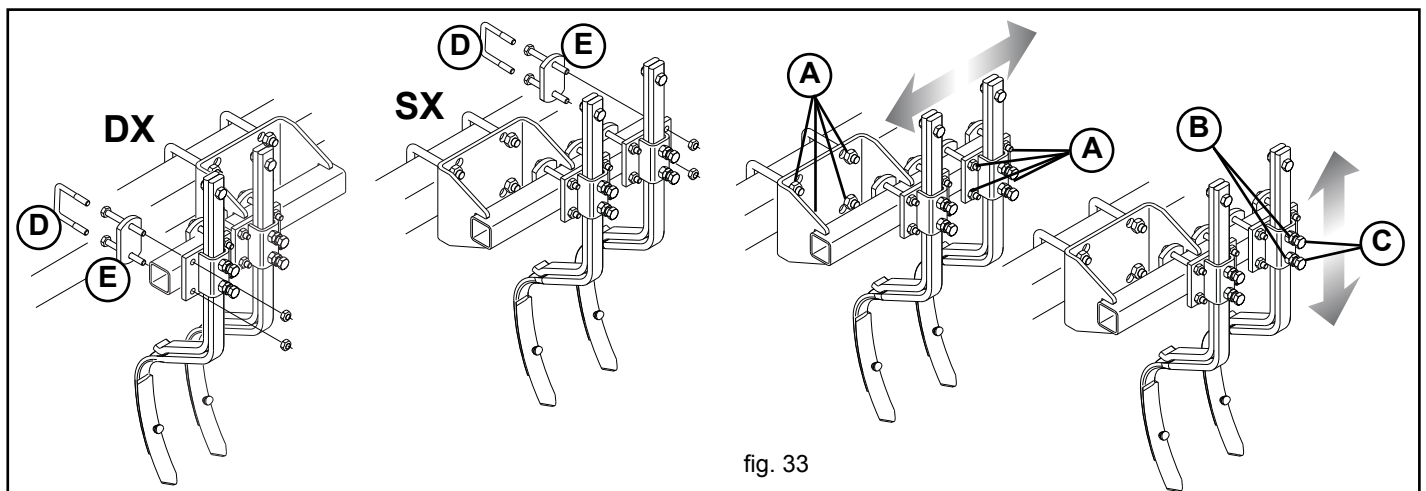

fig. 33
Las azadillas se tienen que colocar sobre la misma línea de los neumáticos del tractor. Para regular la posición de la púa rompe-rastro, destornille los tornillos (A, fig. 33), coloque la púa y bloquee las tuercas. Para regular la profundidad de la púa, destornille la contratuerca (B, fig. 33) y el tornillo (C, fig. 33), una vez efectuada la regulación bloquee los tornillos y la contratuerca.
**NOTA para el montaje (D y E, Fig. 33):**